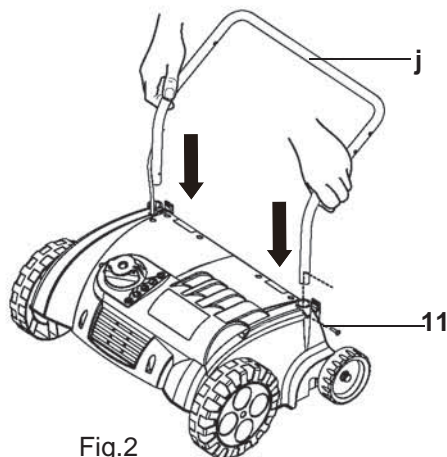
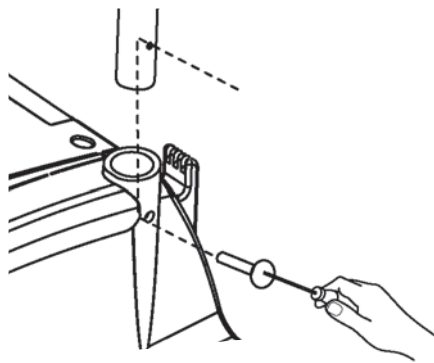

Fig.2
Fig.3
- > Insérez la poignée du bas [j] dans la base [Fig. 2]. Serrez complètement les boulons [11] avec un tournevis [non fourni] [Fig. 3].